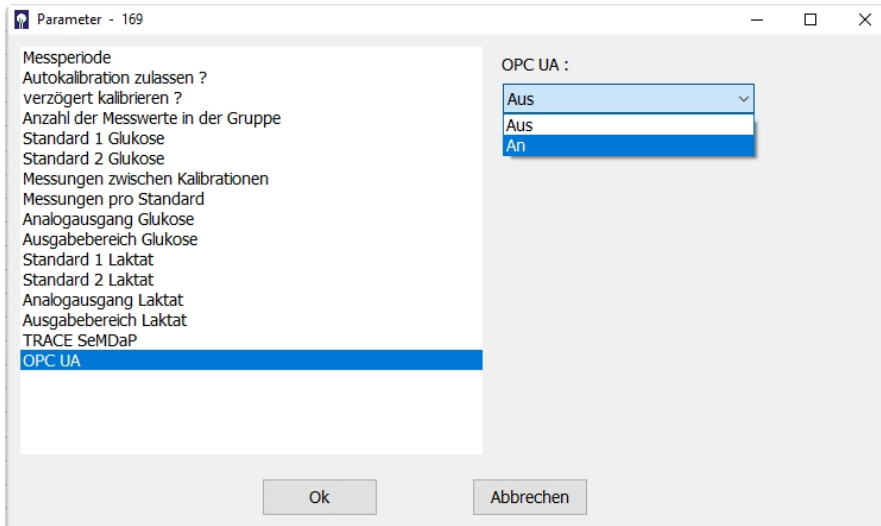

Abbildung 91: Aktivieren des OPC UA Servers
- Diese Funktion ist werkseitig ausgeschaltet und kann hier aktiviert werden (Abbildung 91).